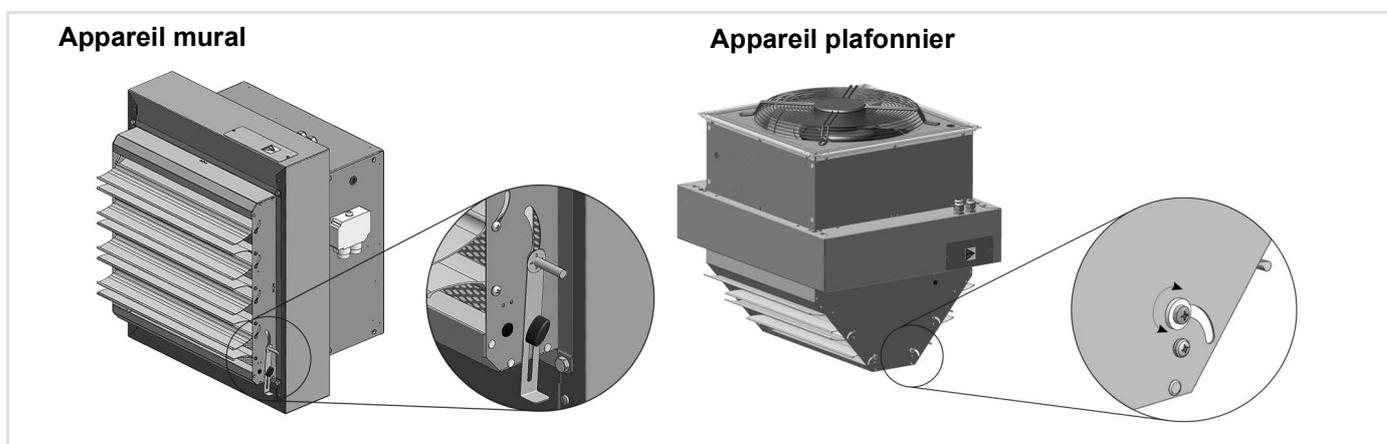

Fig. 6-1 Fonctionnement manuel
- Pour une bouche à induction secondaire avec manette, le réglage des ailettes s'effectue manuellement / voir Fig. 6-1) ; en cas d'équipement avec servomoteur, le réglage se réalise à l'aide du commutateur de commande se trouvant dans l'armoire de commande OSHE.